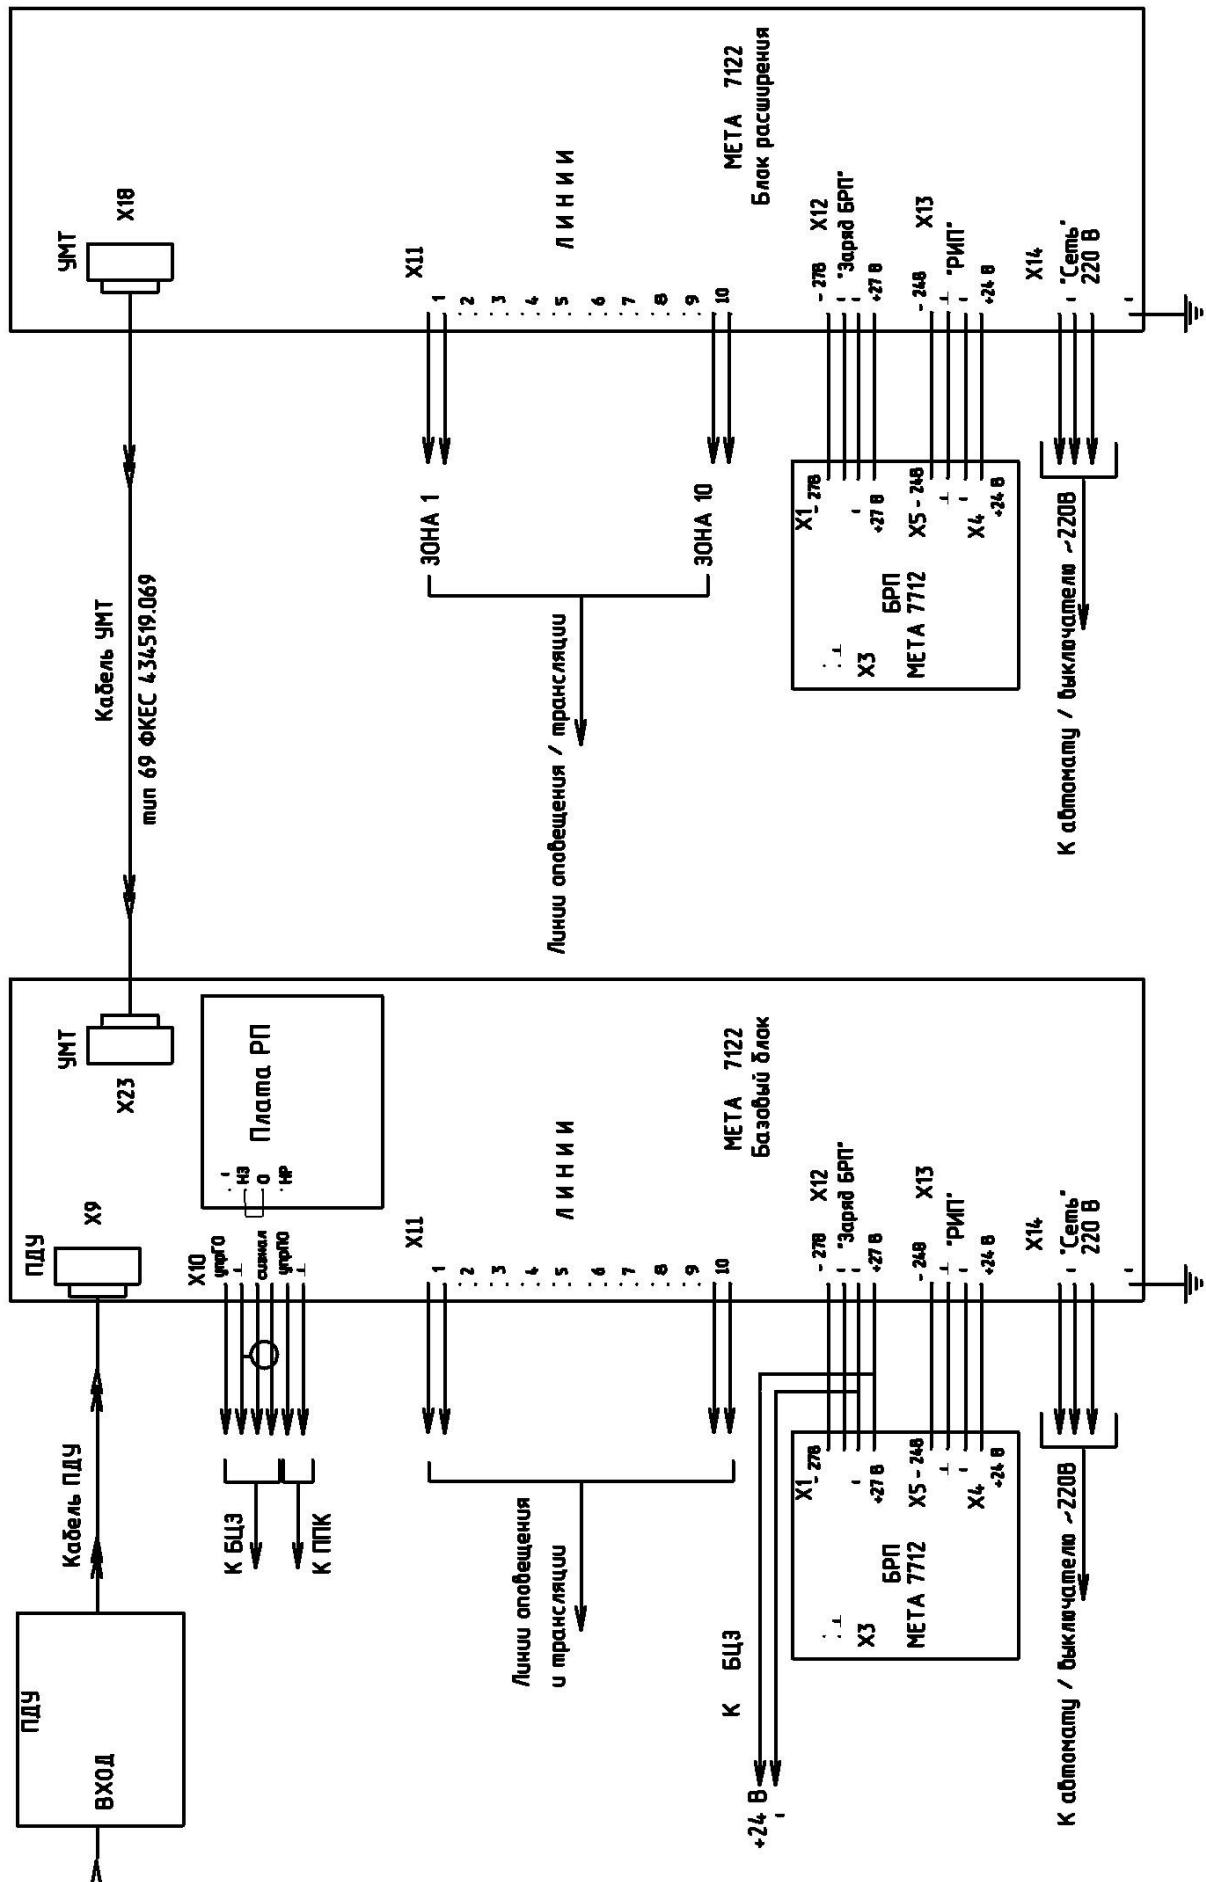

Рис.3. Схема подключения META 7122 с блоком расширения
- Подключить БРП к УМТ по схеме, приведённой на рис. 3. Во избежание случайного закорачивания аккумуляторов следует сначала подключить провода к УМТ, а затем к БРП. Подайте сетевое питание на УМТ.